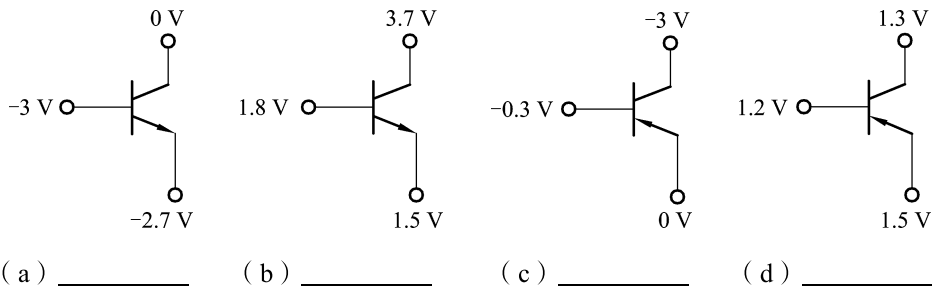

图 1.4.4
2. 若在电路中测得晶体管的三个电极对地电压如图 1.4.4 所示, 试判断晶体管的工作状态 (放大、饱和、截止), 并填在横线上。